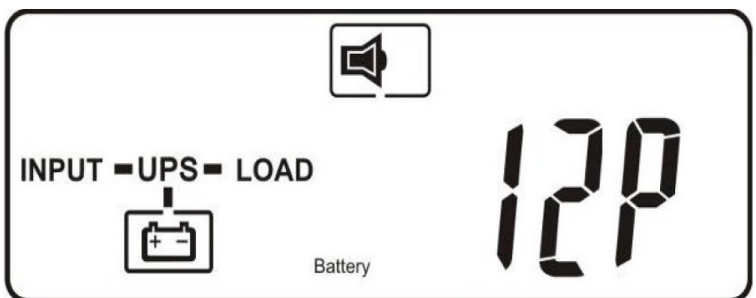

Рис. O2
- Количество АКБ (шт) — рис. O2